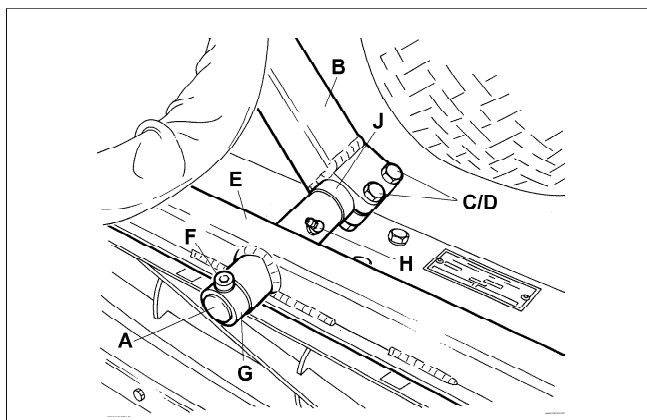

Fig.30
- (c) Forreste klippeenhedsspindler (H Fig. 30).
- c) Skärenhetens axeltappar, främre (H fig. 30)